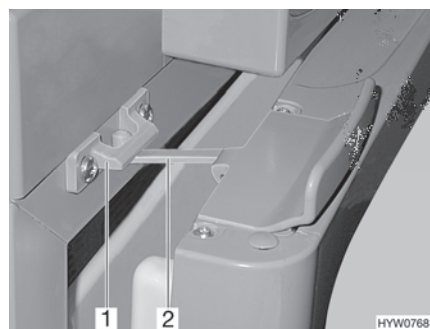

Bild 188 Kylskåpsdörr i ventilationsläge (Thetford)
■ För upp låset (Bild 188,2) och haka fast det i låsfästet (Bild 188,1). Därvid stannar kylskåpsdörren i öppet läge.